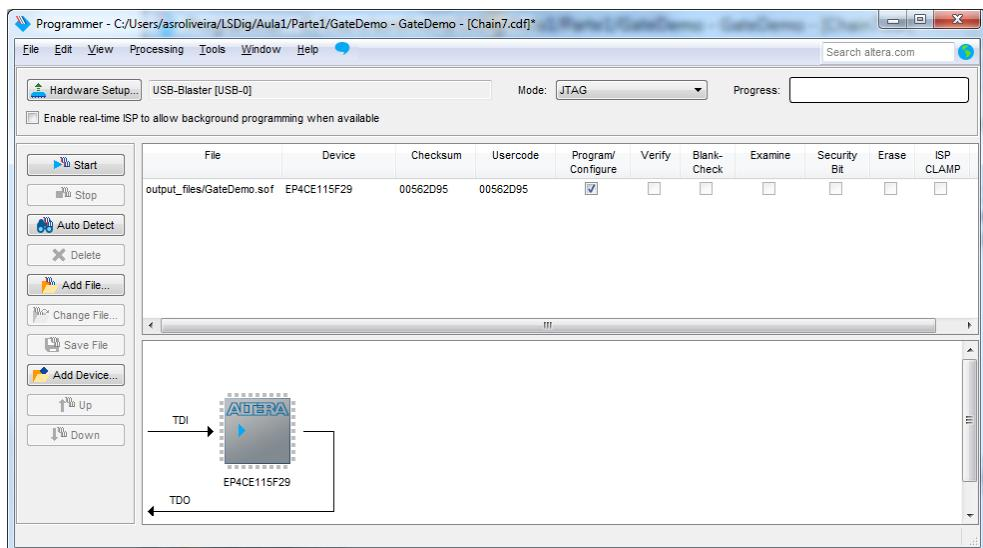

Figura 28 – Janela da aplicação antes da programação da FPGA (com indicação da FPGA usada e ficheiro de programação selecionado).
**Nota:** se ao abrir a aplicação de programação, esta já apresentar o aspeto da Figura 28, não necessita de realizar a ação “Add File” descrita neste ponto.